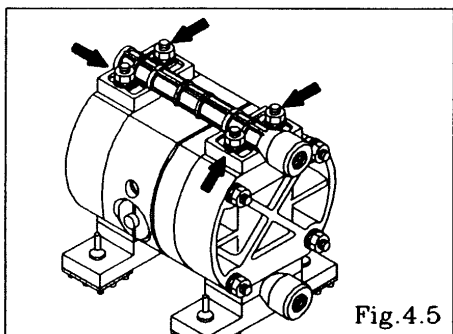

Fig. 4.5
- Retire las 4 tuercas retenedoras del colector de salida y quítelo. [Fig. 4.5]